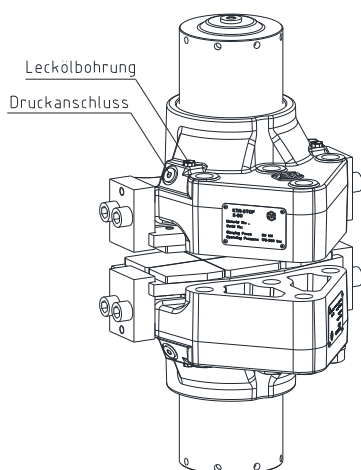

Bild 7: Anschlüsse der Lecköl-/Druckleitungen
- Schließen Sie die Druckölleitung an einen der Druckanschlüsse der Bremse an (siehe Bild 7 und 8), hierfür vorher die Verschlusschraube entfernen.
- Montieren Sie an der Entlüftungsbohrung (siehe Bild 7 und 8) eine Minimes-Kupplung mit einem Minimes-schlauch, hierfür vorher die Verschlusschraube entfernen. Führen Sie das Ende des Minimes-schlauches in einem geeigneten Auffangbehälter ab.
- Schließen Sie die Leckageölleitung an die Bremse an (siehe Bild 7 und 8), hierfür vorher die Verschlussstopfen entfernen.